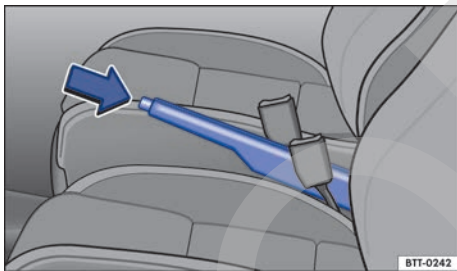

Fig. 118 Entre los asientos delanteros: freno de mano.
- Tire de la palanca del freno de mano con fuerza hacia arriba manteniendo el botón presionado → fig. 118 (flecha).
- El freno de mano está puesto si, con el encendido conectado, se enciende el testigo de control (P) en el cuadro de instrumentos → pág. 160.
- Tire ligeramente de la palanca del freno de mano hacia arriba y presione el botón de bloqueo → fig. 118 (flecha).